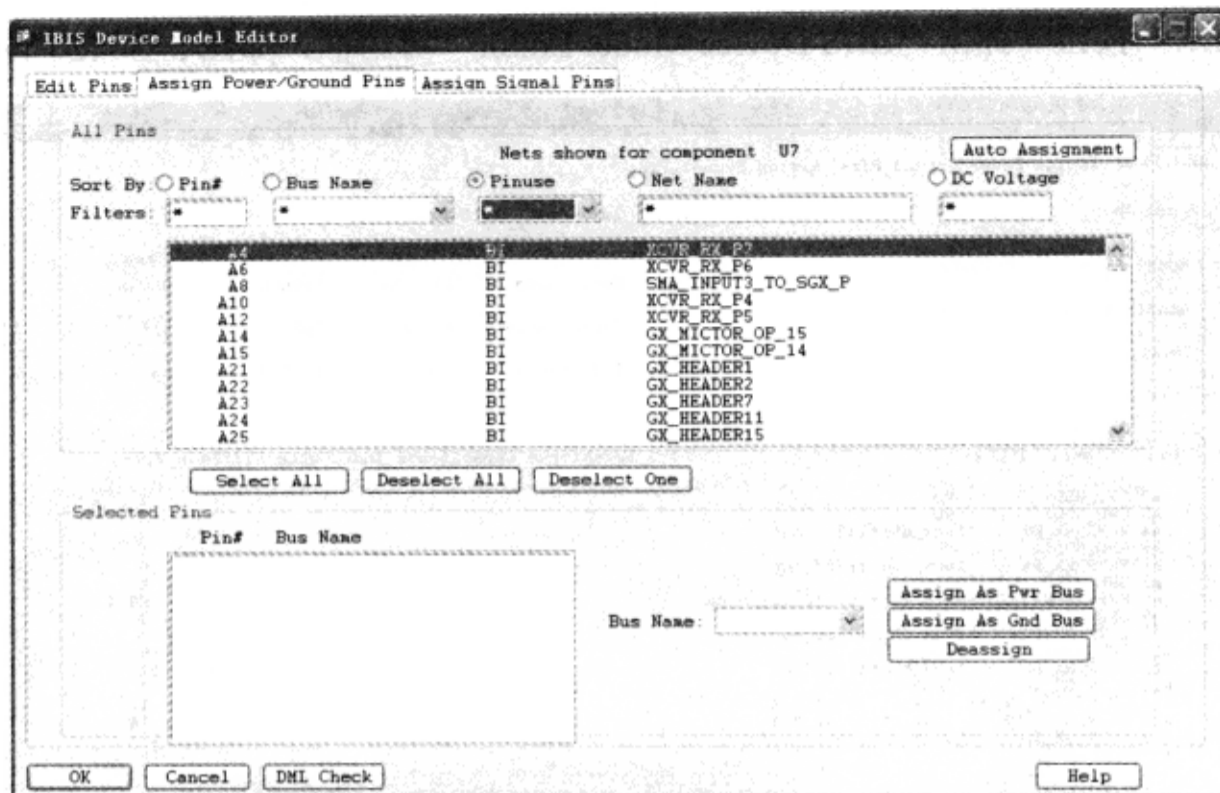

图 5-3-44 显示所有引脚
(6) 从 “IBIS Device Model Editor” 对话框的 “All Pins” 区域的 “Pinuse” 下拉菜单中选择 “\*” 号，如图 5-3-44 所示，显示 U7 的所有引脚。